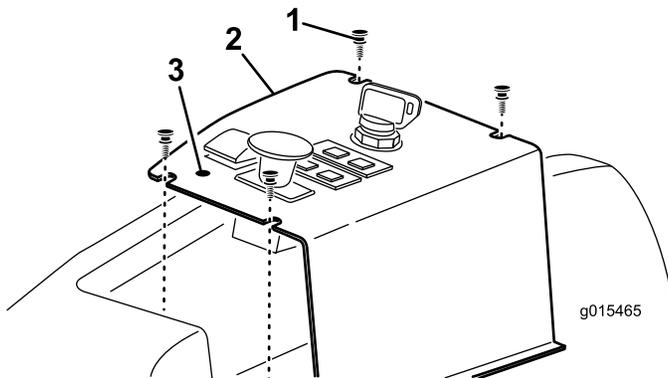

Figura 13
1. Localize e fure cuidadosamente o autocolante do painel de controlo, na frente do interruptor de elevação, para expor o furo de montagem da alavanca de bloqueio de elevação (Figura 13).
2. Retire os 4 parafusos que fixam o painel de controlo à máquina (Figura 13).